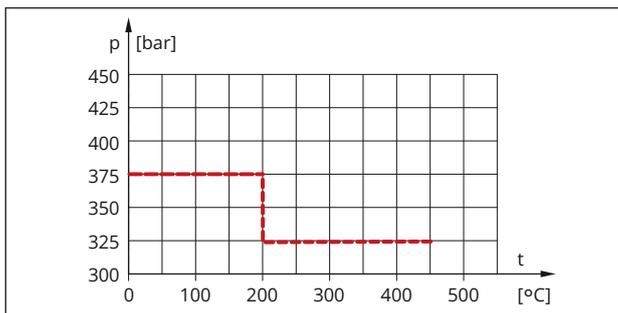

Bild 2: Druck-Temperatur-Diagramm für Werkstoff 1.4571 (RA4)
- **Ausführung mit Isolierteil** • für Temperaturen von -10 bis +450 °C (Drücke und Temperaturen vgl. Bild 2)